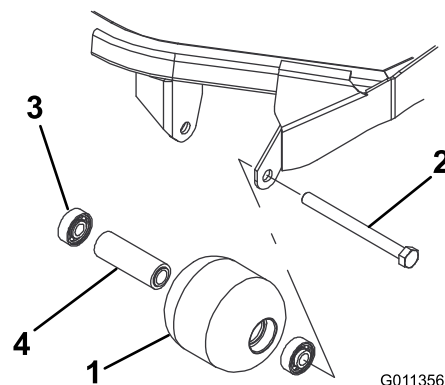

図 73
1. ローラ取り付けボルトを外す 図 73。
4. ローラハウジング、ベアリング、ベアリングスペーサに破損がないか点検する 図 73。破損している部品を交換し、組み立てを行う。
1. 第一のベアリングをローラハウジングに押し込む 図 73。アウターレースのみを押すか、インナーレースとアウターレースを均等に押すかする。
2. スペーサを入れる 図 73。